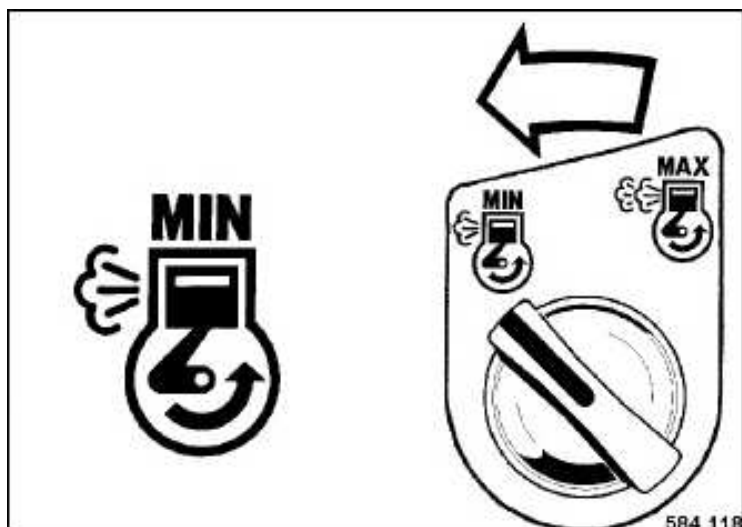

Fig. 57
- Colocar el interruptor giratorio (Fig. 57) a posición „Min“ (marcha en vacío).